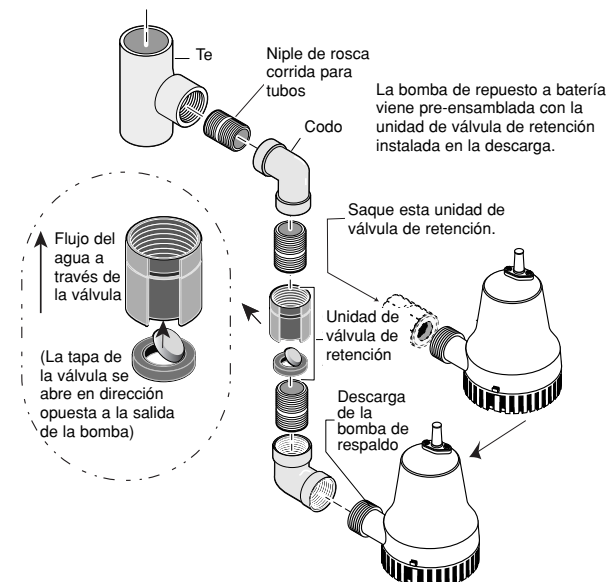

Figura 5 – Saque la válvula de retención pre-ensamblada
- Saque la unidad de válvula de retención (Claves No. 4 en la página 43) de la descarga de la bomba de respaldo a batería (Clave No. 5) y póngala a un lado. Consulte la Figura 5. La unidad de válvula de retención se usará más tarde durante el ensamblaje.
AVISO: Verifique que la válvula de retención esté instalada en la dirección correcta. Consulte el dibujo en el recuadro de la Figura 5.